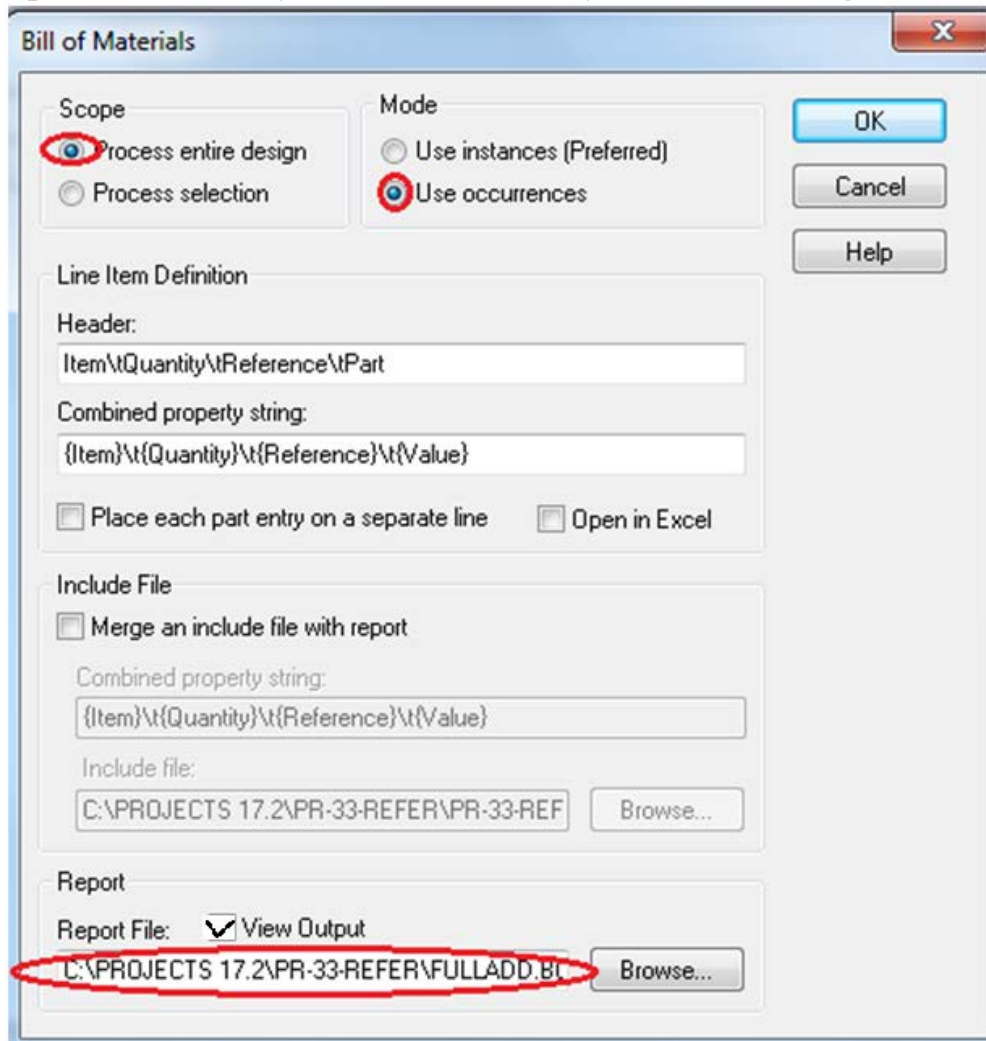

Рис. 20.7. Установки для создания списка материалов
5. Укажите имя отчета BOM, которое будет генерироваться. Для нашего дизайна, надо принять имя FULLADD.BOM (рис. 20.7).